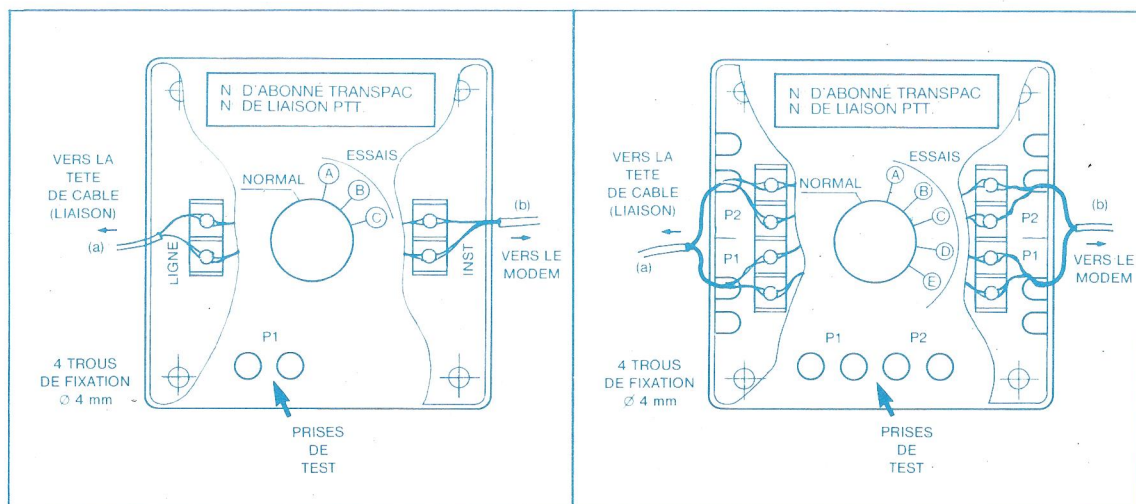

FIG. 2a - COFFRET D'ESSAI 2 FILS
3) COFFRET D'ESSAI (Fig. 2a et 2b)